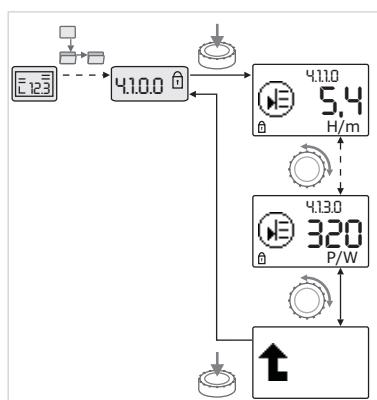

Fig. 39: Solicitud de información
- Gire el botón de mando para acceder a elementos de menú del tipo «Información» del submenú actual (véase la Fig. 39). Para obtener una explicación de los ajustes representados por símbolos, véase la tabla del capítulo 8.7 «Referencia de elementos de menú» en la página 42.